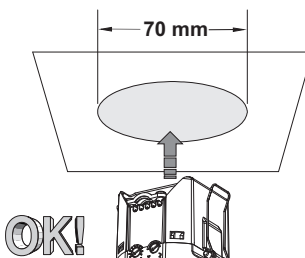

FIG. 2
- Realizar un hueco de 70 mm de diámetro en el falso techo (fig. 2).
- Executar um furo do diâmetro de 70 mm no tecto falso (fig. 2).